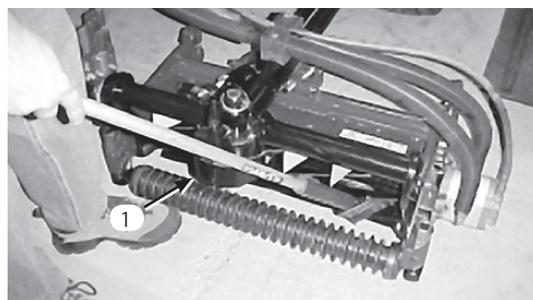

図73
8. 長柄のブラシ（P/N29-9100）で、ラッピングコンパウンドを塗布しながら作業する。どんな場合でも短い柄のブラシは使用しないこと（図73）。